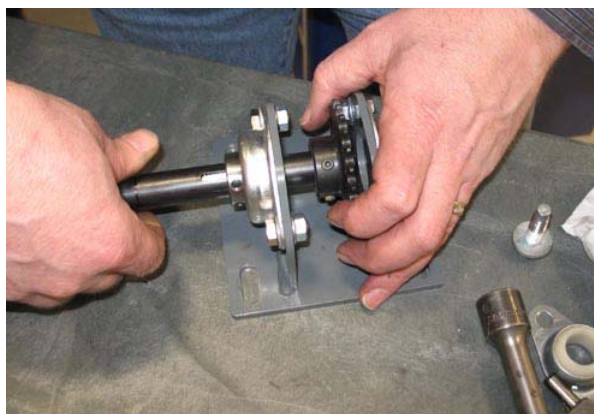

FIG. 40
2. Far scorrere l'albero dello sterzo (1) nell'assieme della piastra di supporto/cuscinetti della flangia e nell'ingranaggio dello sterzo. (Fig. 40)